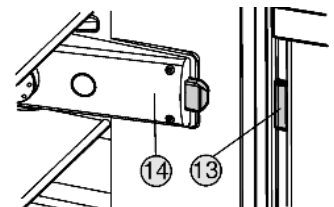

Fig. 8
Der Schalnocken Fig. 8 (13) muss sich auf der Seite des Lichtgehäuses Fig. 8 (14) befinden.